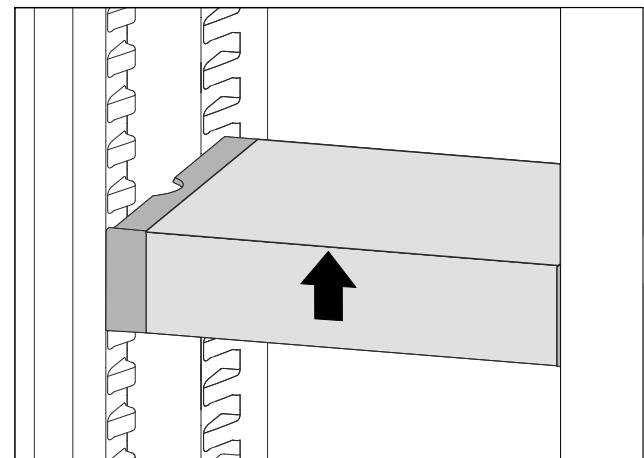

*Fig. 119*
- VarioSafe-Schubfach hinter den Stopfern auf gewünschter Rippe *Fig. 119 (1)* oder *Fig. 119 (2)* aufsetzen.